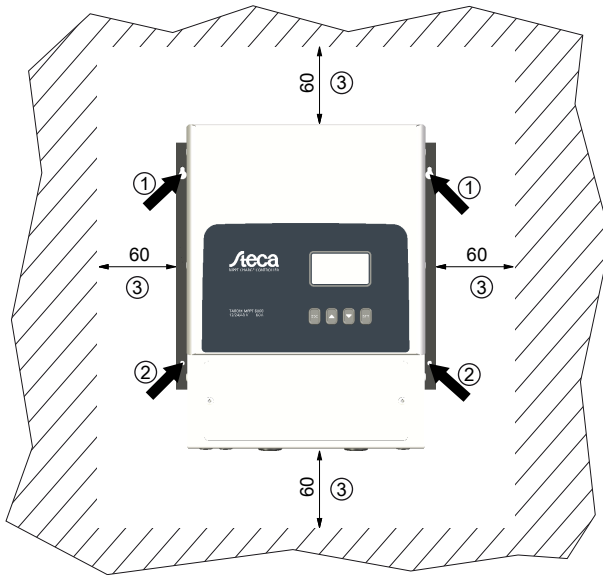

Abb. 2: Befestigungsöffnungen ①/② und Freiräume ③
- Um den Regler ist allseitig ein Freiraum von mindestens 60 mm vorhanden (③ in Abb. 2, S. 15).
- Nicht durch die Befestigungsöffnungen ①/② (Abb. 2) bohren.
2. ➞ Regler waagerecht an die Montagefläche anlegen und Montagebohrungen durch die Befestigungsöffnungen ①/② anzeichnen.